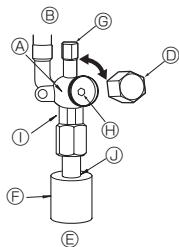

Fig. 4-6
- (1) Gass-/væskeside på ZM35-71 (Fig. 4-6)
- ① Fjern lokket og drei ventilstangen mot klokken så langt den går, ved å bruke en 4 mm sekskantnøkkel. Slutt å dreie når den treffer sperren.
- ② Sørg for at stengeventilen er helt åpen, skyv håndtaket og drei lokket tilbake til utgangsstillingen.